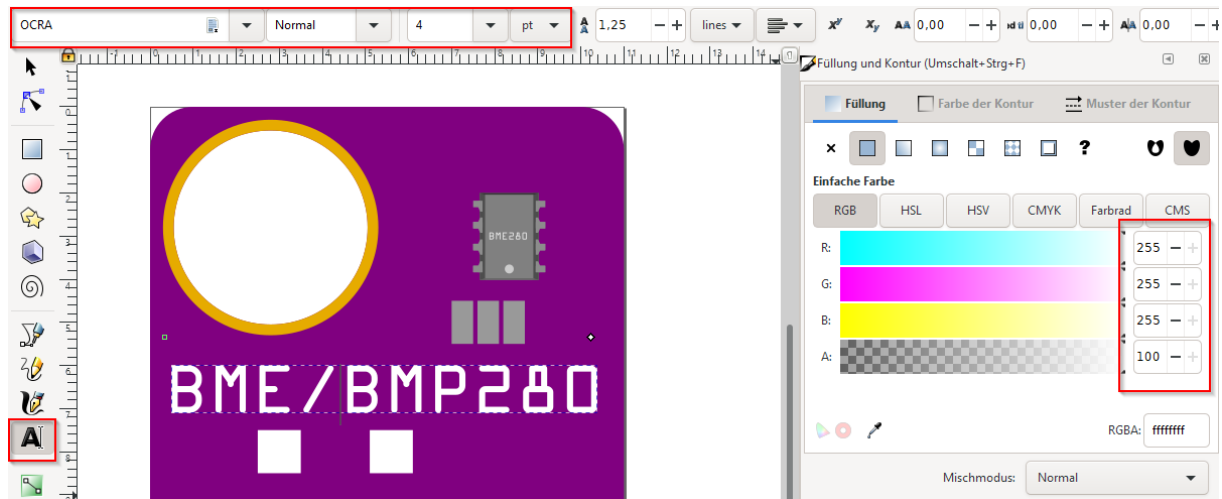

Abbildung 33: Schriftzug "BME/BMP280" einfügen
Zunächst erzeugen Sie den Schriftzug „BME/BMP280“, indem Sie ein „Textobjekt erstellen und bearbeiten (T)“ und auf dem Elektronikbauteil eine beliebige Stelle anklicken. Die Schrift stellen Sie auf „OCRA“ mit der Größe 4 pt. Danach schreiben Sie den Text „BME/BMP280“ und wählen bei den Farben Weiß RGBA (255,255,255,100) aus, siehe Abbildung 33.